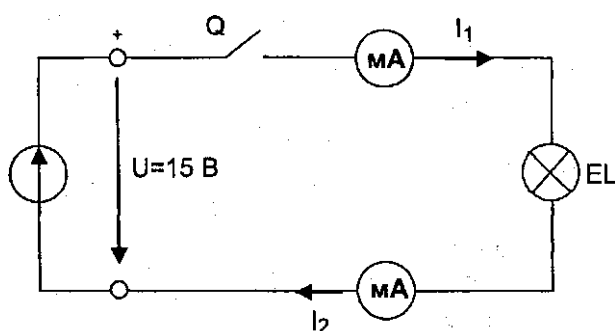

Рис. 2.2
Соберите простейшую электрическую цепь согласно схеме (рис. 2.2), включив в нее два мультиметра в качестве амперметра. Путем измерений определите, является ли ток одинаковым во всех точках цепи, и убедитесь, что он равен нулю, когда цепь разомкнута или отключен источник.
- Подайте постоянное напряжение 15 В к зажимам цепи (рис. 2.2) и определите, протекает ли ток и горит ли лампочка — при разомкнутой (с помощью выключателя) и замкнутой цепи.